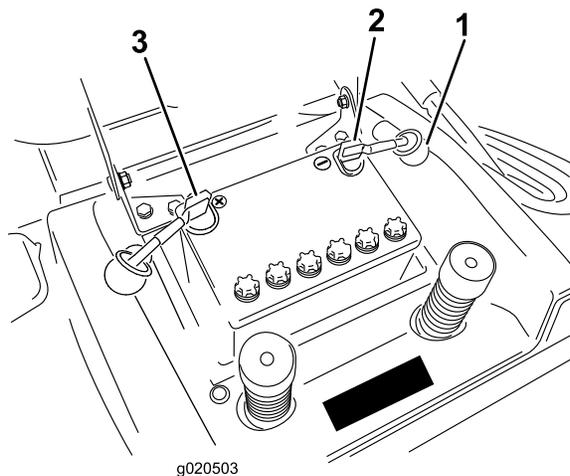

Figure 34
7. Débranchez le câble négatif (noir) de mise à la masse de la borne de la batterie (Figure 34).
9. Débranchez le câble positif (rouge) de la borne de la batterie (Figure 34).
1. Placez la batterie sur le châssis, en dirigeant les bornes vers l'arrière de la machine (Figure 34).
3. Connectez le câble positif (rouge) à la borne positive (+) de la batterie à l'aide du boulon et de l'écrou à oreilles (Figure 34). Glissez le capuchon en caoutchouc sur la borne de la batterie.
4. Connectez le câble négatif (noir) à la borne négative (-) de la batterie à l'aide du boulon et de l'écrou à oreilles (Figure 34). Glissez le capuchon en caoutchouc sur la borne de la batterie.